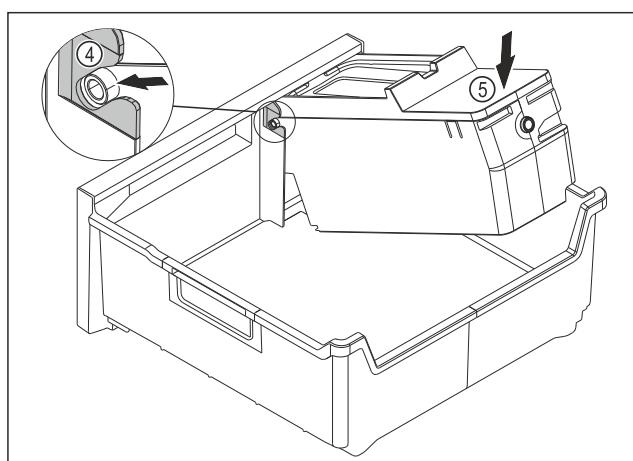

Fig. 187
- Montáž korpusu EasyTwist-Ice: Osi korpusu EasyTwist-Ice zasuňte do vedení Fig. 187 (4).
- Zatlačte korpus EasyTwist-Ice Fig. 187 (5) zozadu smerom nadol.